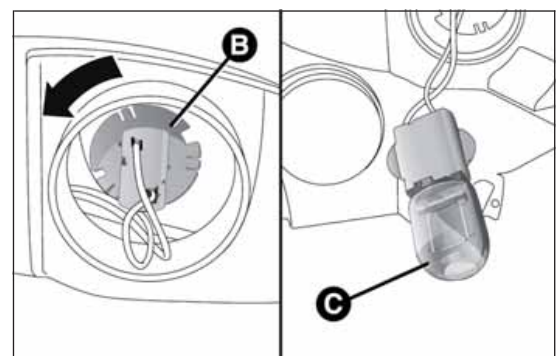

Abb. 172
- Die Lampenhalterung B Abb. 172 entgegen dem Uhrzeigersinn drehen, die Lampe C herausziehen und austauschen;